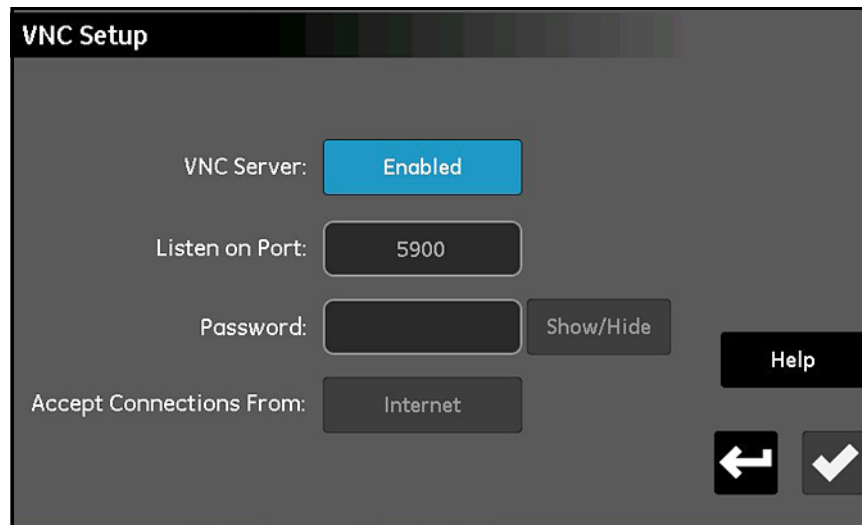

Figure 72: Écran Config VNC
1. À l'écran *Menu Configuration* (voir Figure 52 on page 57), touchez **VNC** pour ouvrir un écran *Config VNC* semblable à celui illustré à la Figure 72 ci-dessous.